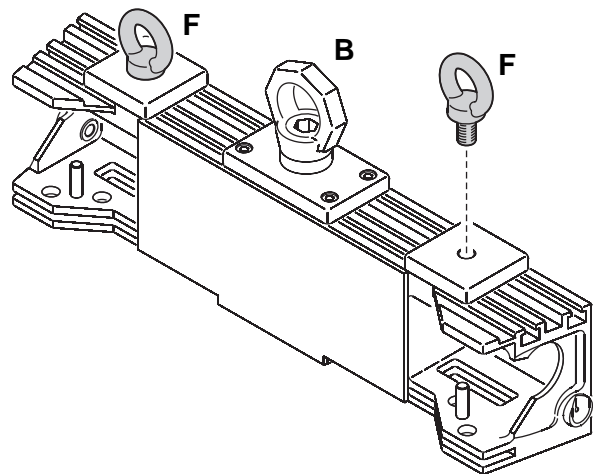

Figure 6: Anneaux supplémentaires
1. Voir Figure 6. Procurez-vous deux vis œil M12 (**F** non fournies) homologuées comme point d'accroche pour le poids total qu'elles devront soutenir. Vissez les anneaux comme indiqué ci-contre dans chaque Bloc de Tête et suspendez les Blocs par ces points.